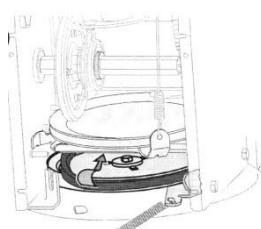

Fig. 18
- Freza este atașată la axul în spirală cu două șifturi de siguranță și un șift spintecat. Dacă freza atinge un obiect străin sau o acumulare de gheăță, aruncătorul este proiectat de astăa natură ca șifturile să se rotească. Vezi Fig. 18.
- Strecuți cureaua de direcție printre roata de fricțione și discul acesteia. Vedi Fig. 18.